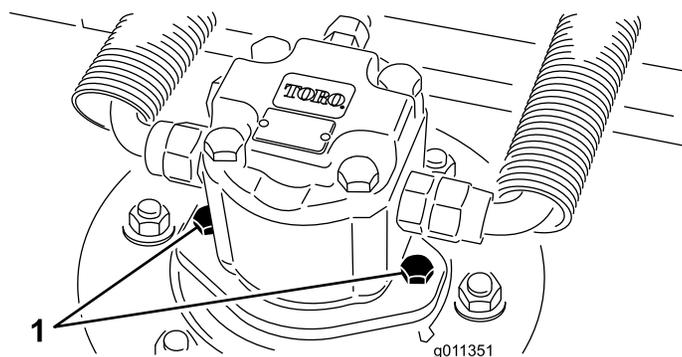

Figura 84
2. Desligue e retire o motor hidráulico da plataforma (Figura 84). Cubra a parte superior do eixo para não o sujar.
4. Instale o motor hidráulico na plataforma (Figura 84). Verifique se o anel de retenção está posicionado corretamente e não está danificado.